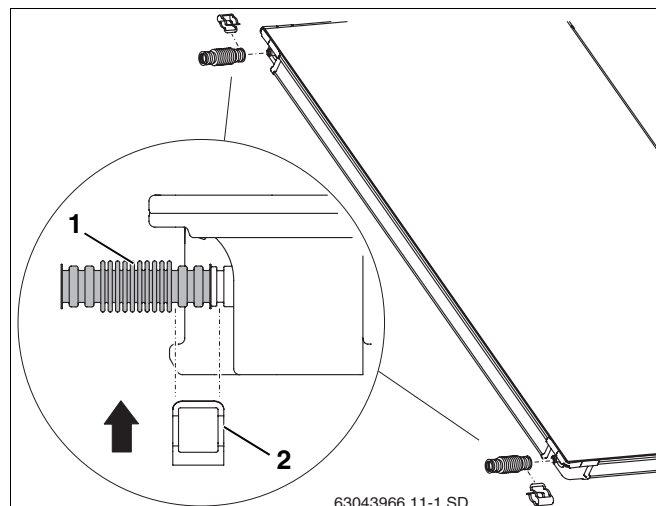

Рис. 25 Монтаж гофрированной соединительной трубы на первом коллекторе
- Надеть гофрированные трубы (рис. 25, поз. 1) на левые штуцеры первого коллектора.
- Установить зажимы (рис. 25, поз. 2) для фиксации гофрированных труб на штуцерах коллектора.